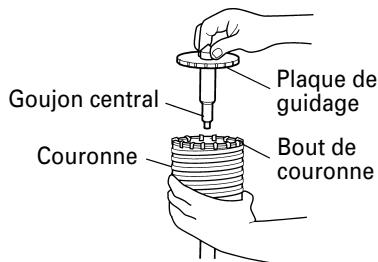

Fig. 15
- (3) Introduire la guijon central dans la plaque de guidage jusqu'à ce qu'il arrête.
- (4) Engager la plaque de guidage dans la couronne et tourner la plaque de guidage à gauche ou à droite de manière à ce qu'elle a ce qu'elle ne puisse pas tomber, même si elle orientée vers le bas. (Fig. 15)